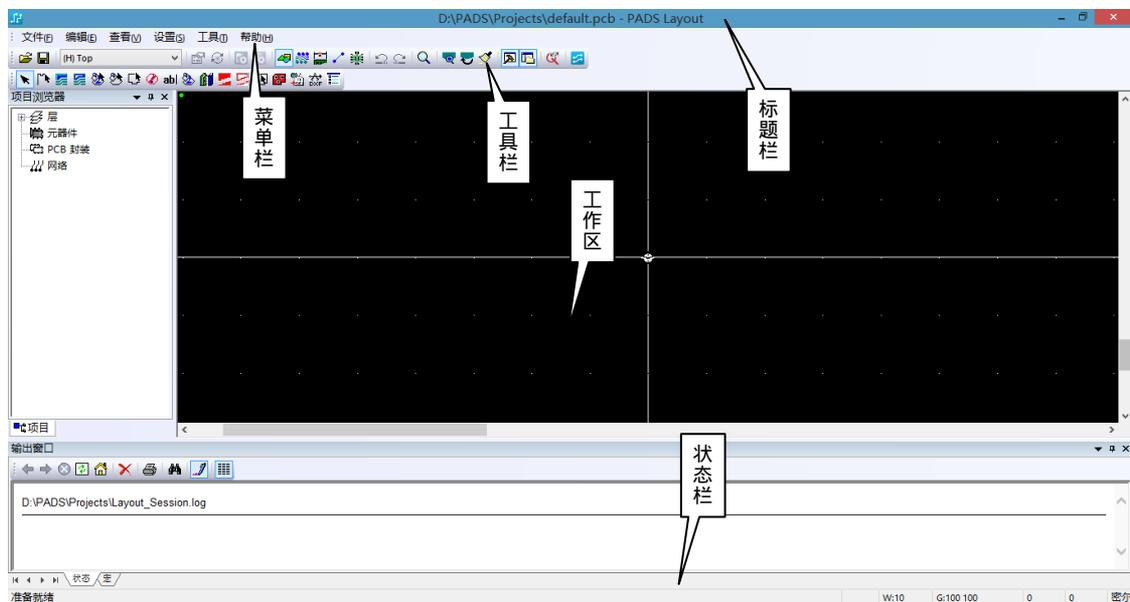

图 6-1 “ PADS Layout ”界面
双击“ PADS Layout VX.2 ”图标,或在程序文件夹中选择“ PADS Layout VX.2 ”启动 PADS Layout 程序,此时出现如图 6-1 所示的界面。
(1) 标题栏 显示所选用的开发平台、设计名称、存放路径等信息。如果没有打开任何设计文件时,则文件名称显示为“无标题”。例如,图 6-1 显示开发平台 PADS Layout 图标 , 存放路径 `D:\PADS Projects\default.pcb - PADS Layout`, 设计名称 `default.pcb`。
(2) 菜单栏 菜单栏采用标准的 Windows 菜单风格,将 PADS Layout 所有的操作命令归类在一起。
(3) 工具栏 分类显示最常用的命令图标。
(4) 状态栏 显示线宽“W”、格点“G”、光标坐标及当前操作信息。例如,图 6-1 中状态栏左侧显示当前操作,右侧依次显示为线宽“W:10 密尔”、显示格点“G:100 100 密尔”、光标坐标(0,0)。
(5) 工作区 工作区域是进行 PCB 设计的主要区域,显示当前 PCB 设计图形。